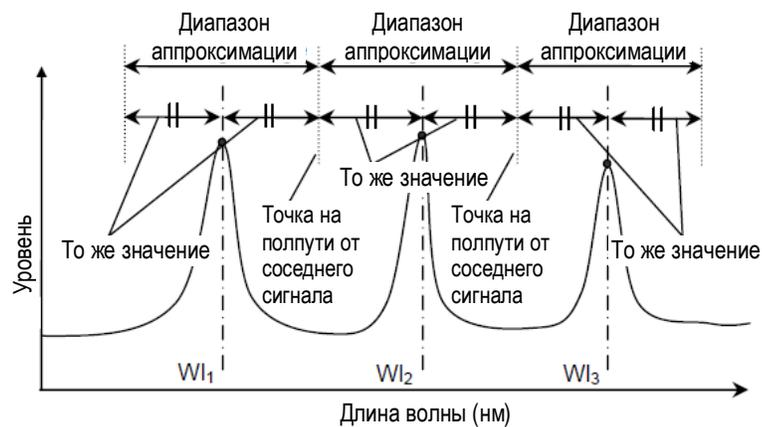

Рисунок 5.8.3-3 Автоматический выбор (центр) диапазона аппроксимации
Auto(Center): В качестве вычисляемого диапазона длин волн используется точка в середине интервала от соседнего сигнала (см. Рисунок 5.8.3-3)
- Auto(Center): В качестве позиции для обнаружения уровня шума используется точка на полпути от соседнего сигнала (См. Рисунок 5.8.3-3). Если в наличии только один сигнал, тогда в качестве позиции для обнаружения используется уровень шума, зависящий от Resolution (разрешение) (см. Таблица 5.8.3-2).